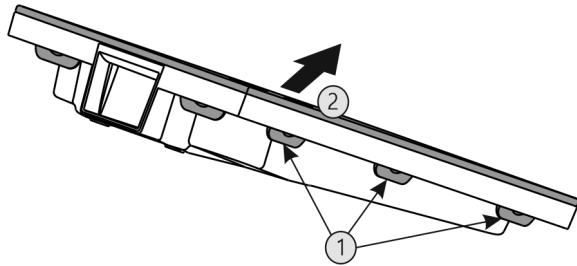

Fig. 82
- ▶ Appuyer sur toutes languettes Fig. 82 (1) l'une après l'autre et enlever le couvercle Fig. 82 (2).